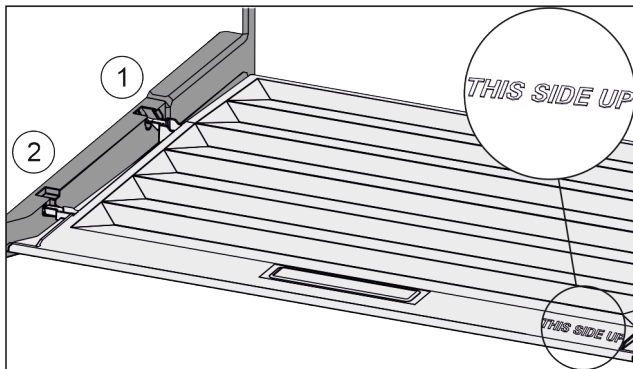

Fig. 42
- ▶ Deckelstege über Öffnung der hinteren Halterung *Fig. 42 (1)* einführen und vorne in Halterung *Fig. 42 (2)* einrasten.